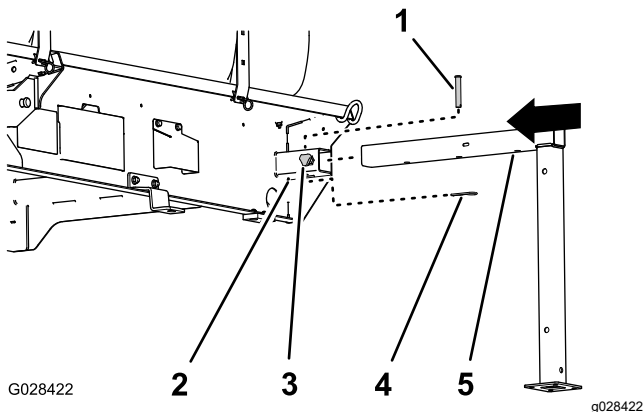

Figura 135
1. Alinai suportul de cric frontal cu receptorul de suport de cric frontal situat în partea din față a rezervorului (Figura 135).
2. Introducei suportul de cric în receptor până când orificiul median din tubul suportului de cric orizontal este aliniat cu orificiul din partea de sus a receptorului (Figura 135).
4. Înfiletai o rozetă de blocare în receptor i strângei manual rozeta (Figura 135).